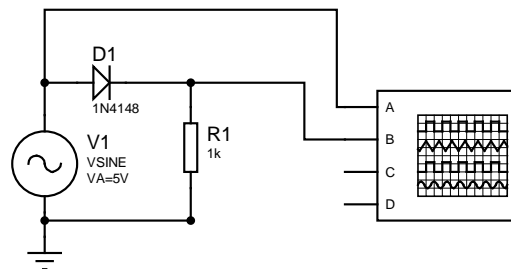

Figura 3. Esquema per a la visualització a l'OSC de la tensió d'entrada i sortida d'un rectificador de mitja ona.
- Simuleu el circuit amb l'esquema de la Figura 3. Deixeu d'invertir el canal B i justifiqueu els resultats sense (model Y-T) i amb el mode X-Y⁴.
- Visualitzeu v_s i v_o amb els dos canals verticals de l'OSC acoblats en DC, utilitzant una configuració similar a la Figura 3. Comproveu que concorda amb els resultats de la qüestió P5.